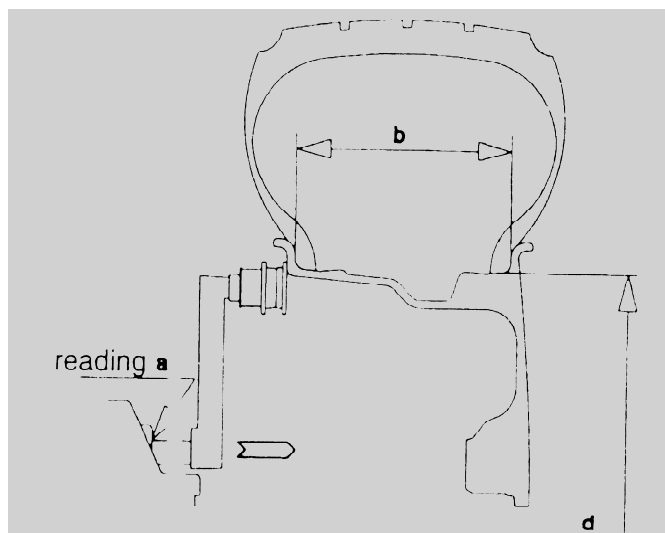

Рис.5
1. Наконечником измерительной рейки измерить расстояние до боковой поверхности диска колеса как показано на Рис. 5 и ввести значение “а” с пульта управления.